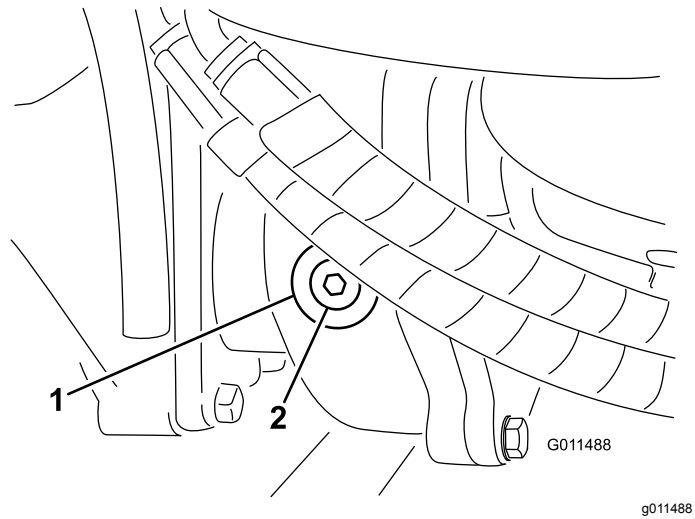

Figure 85
2. Enlevez le bouchon de contrôle/remplissage du côté gauche du boîtier d'engrenages et vérifiez que le lubrifiant atteint la base de l'orifice (**Figure 85**).